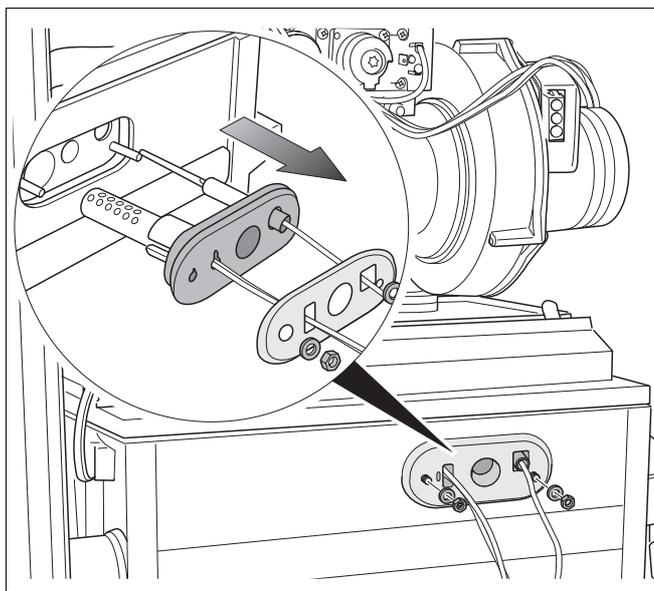

Fig. 108 Smontaggio dell'elettrodo di ionizzazione e del dispositivo di accensione ad incandescenza
- Allentare i 2 dadi (fig. 108).